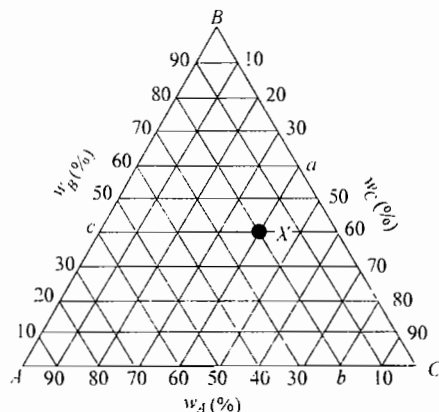

图 18-2 第一题第 6 小题图
6. 图 18-2 是 A-B-C 三元系成分三角形的一部分, 其中 X 合金的成分是 (30) %。